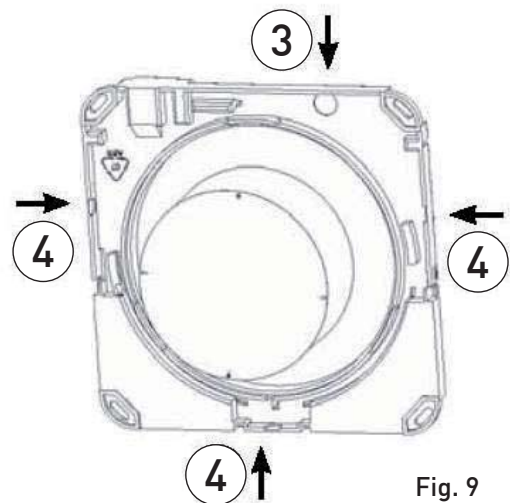

Fig. 9
2. Fratturare l'imposta prevista per il passaggio collegamenti (3), nel caso di collegamenti esterni non sotto traccia fratturare le zone previste (4) sia sul portamotore che sul coperchio (fig. 9).